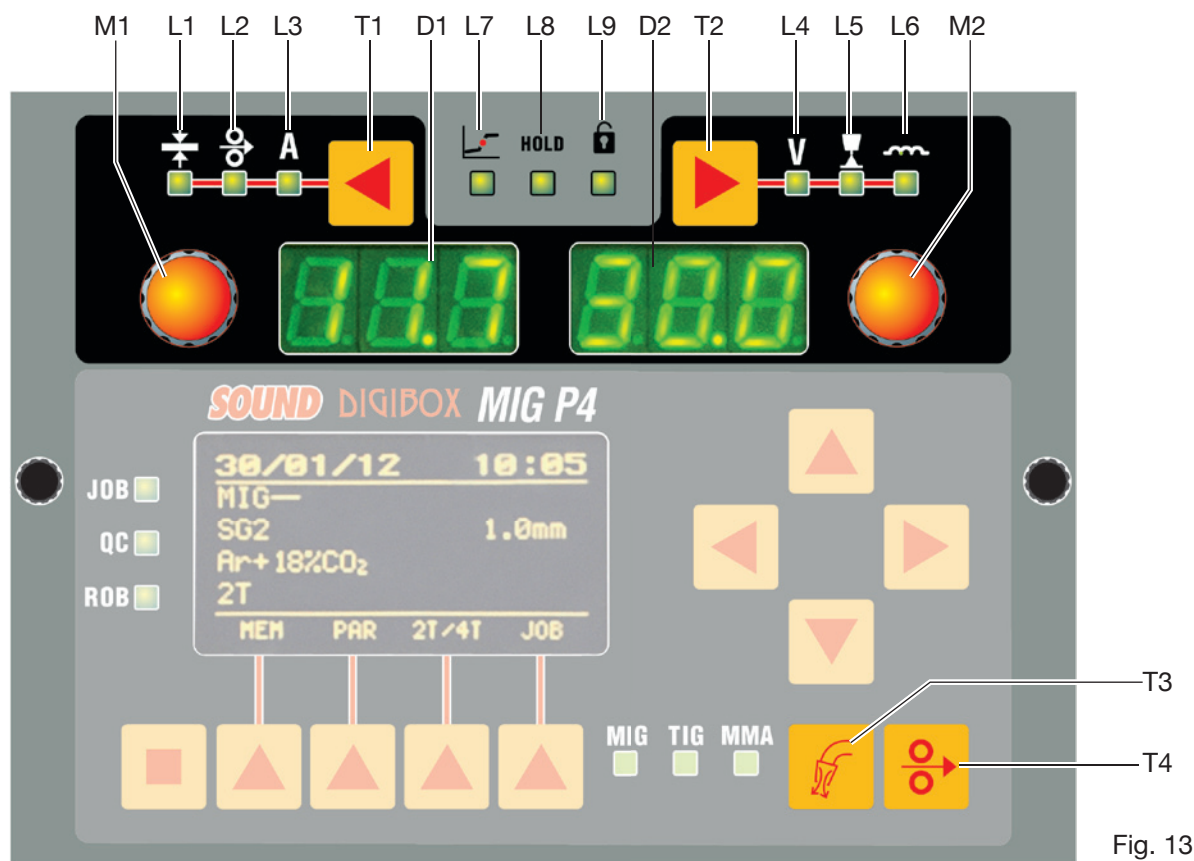
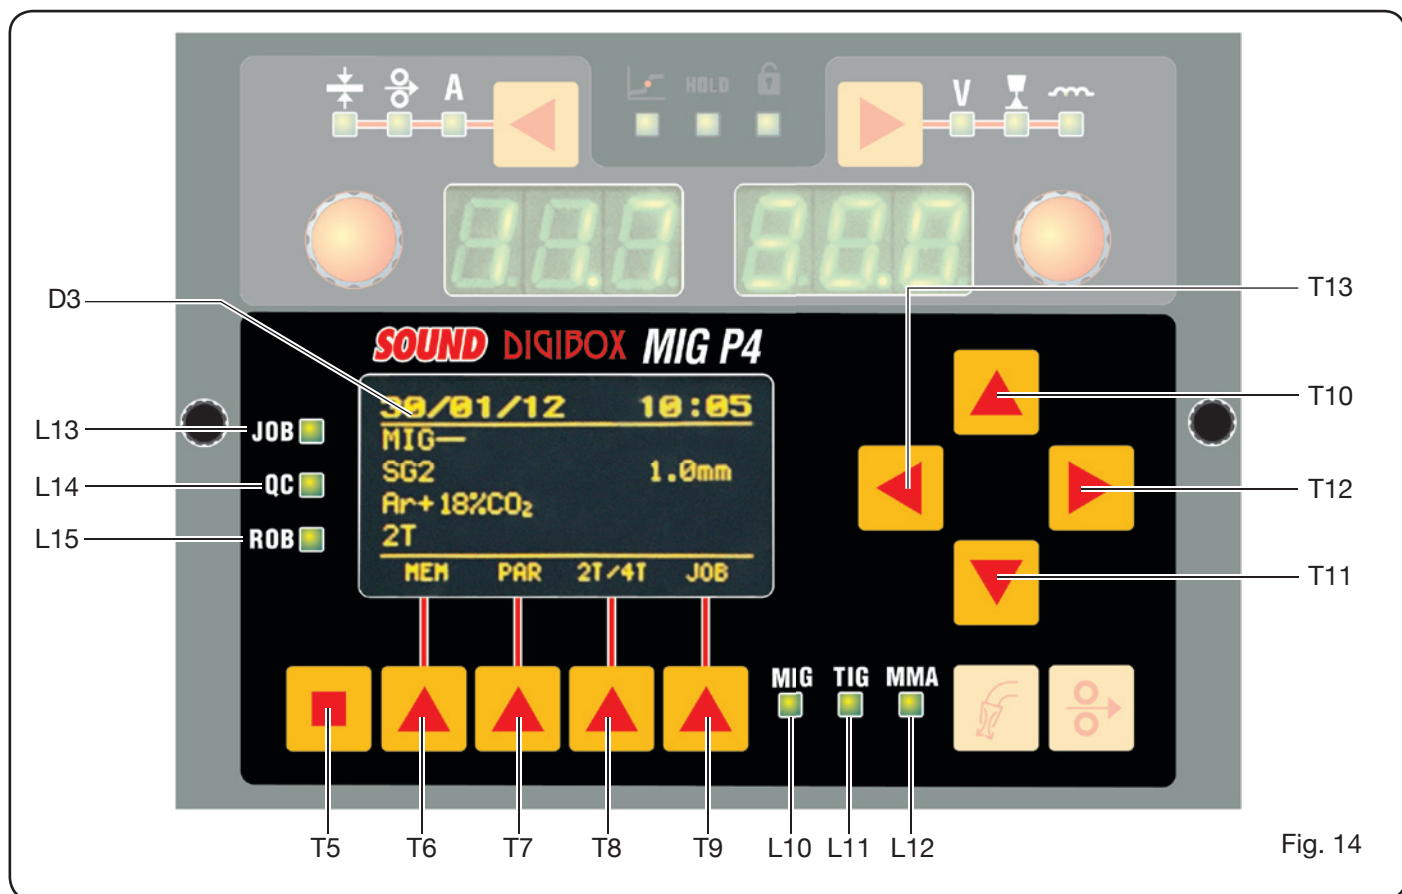

Fig. 13
Fig. 14
Il pannello comandi   composto da una zona **controllo** (Fig. 13) e da una zona **impostazioni** (Fig. 14).
6.1 PANNELLO DI CONTROLLO (FIG. 13).
6.2 PANNELLO IMPOSTAZIONI (FIG. 14).